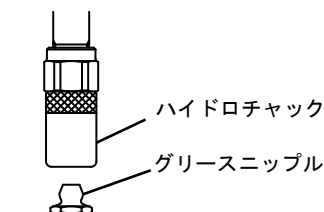

Fig. 4
- 1) 給脂するグリースニップルをきれいに拭いてから、グリースガンのハイドロチャックを可能な限り垂直になるようにグリースニップルに押し当ててください。ハイドロチャックの爪がグリースニップルの頭部に噛み付きます。(Fig. 4)